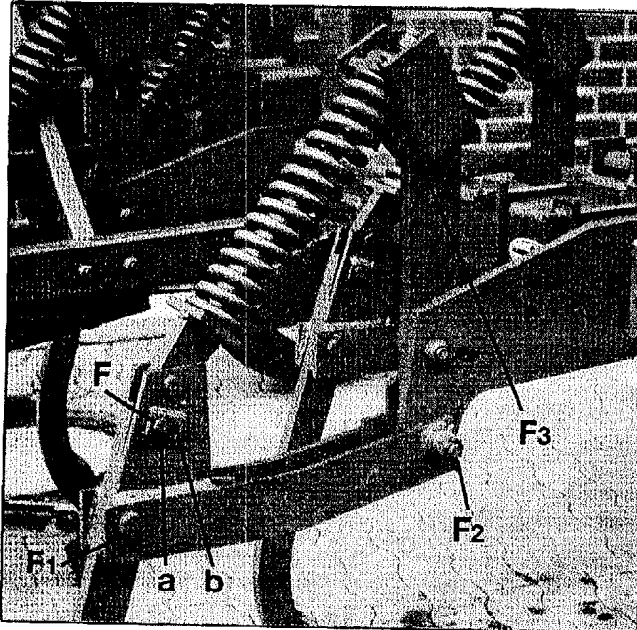

Fig. 13
Zinken-/Scharstellung: die Scharstellung und somit der Einzug ist veränderbar (Fig. 13 + 14),
EKF (Fig. 13) - Scherschraube (F), M 12 x 75; 8.8
(Zinken-Drehpunkt-Schraube mit "Kontermutter" spielfrei anziehen - F1, Fig. 13 + 14.)
ca. alle 25 h Zustreikscheiben, Packerwalze, Front-Radgabeln und abgefederte Zinken (Drehpunkt und Stangenführung - siehe F2 + F3, Fig. 13),
Zinken-Drehpunkt-Schrauben (F1, Fig. 13 + 14) und Zinkendrehpunkt (F2, Fig. 13) mit "Kontermutter" bzw. Kronenmutter spielfrei nachstellen.